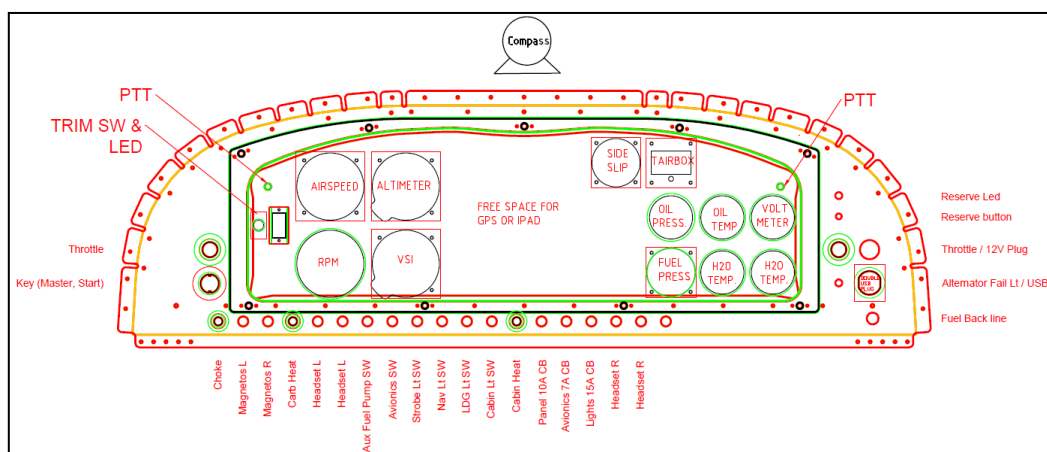

Figure 28: Tableau de bord standard
- Instrum. de vol de base (Ref. Figure 28)